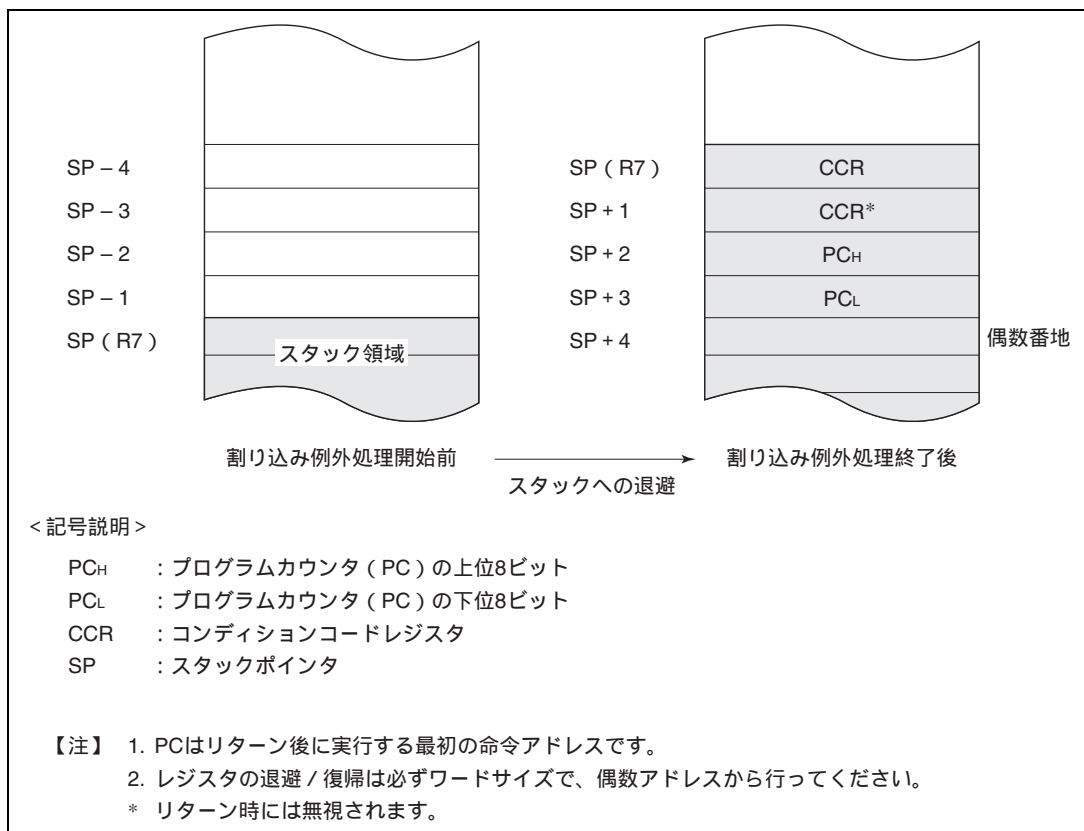

図 3.4 割り込み例外処理終了後のスタック状態
- (1) 割り込み許可レジスタの対応するビットが 1 にセットされている状態で、割り込み要因が発生したとき、割り込みコントローラに対して割り込み要求信号が送られます。
- (2) 割り込みコントローラに割り込み要求信号が送られると、割り込み要求フラグがセットされます。
- (3) 割り込み許可フラグが 1 にセットされている割り込みの中で、優先順位に従って最高位の割り込み要求が選択され、その他は保留となります（表 3.2 参照）。
- (4) CCR の I ビットを参照し、I ビットが 0 にクリアされている場合は、割り込み要求は受け付けられませんが、I ビットが 1 にセットされている場合は割り込み要求は保留となります。
- (5) 割り込み要求が受け付けられると、そのとき実行中の命令の処理が終了した後、PC と CCR がスタック領域に退避されます。このときのスタックの状態を図 3.4 に示します。スタックされる PC は、リターン後に実行する最初の命令のアドレスを示しています。
- (6) CCR の I ビットが 1 にセットされます。これにより、すべての割り込みはマスクされます。
- (7) 受け付けた割り込みに対応するベクタアドレスを生成し、そのアドレスの内容によって示されるアドレスから、割り込み処理ルーチンの実行を開始します。